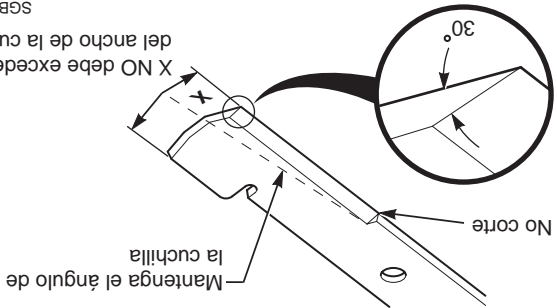

Figura 7-8 Afilado de las cuchillas
1. Afile el borde de corte en el mismo bisel que el original (Vea la Figura 7-8). Sólo afile la parte superior del borde de corte para mantener el filo.